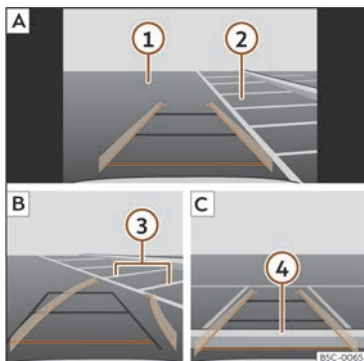

Fig. 152 Affichage sur l'écran du système d'infodivertissement : garer avec l'assistant de marche arrière.
Légende de la >>> **fig. 152** :
- Placez le véhicule en face de la place de stationnement >>> **fig. 152 2 A**.